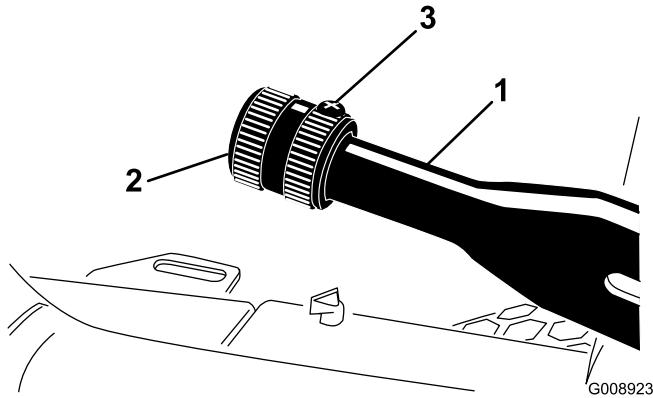

図 53
1. ブレーキレバーに調整ノブを固定している固定ネジをゆるめる (図 53)。